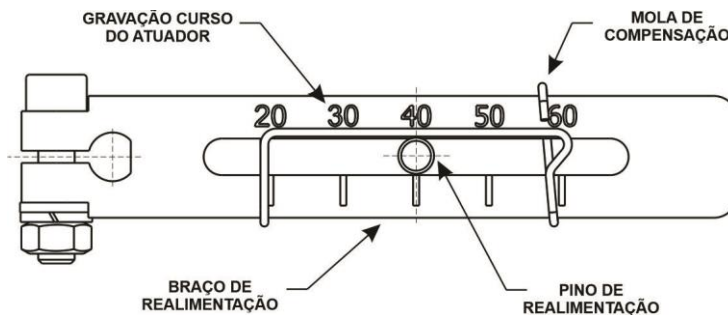

Figura 1.16 – Posicionando o braço e o pino de realimentação
10. Deslize o pino de realimentação na ranhura do braço de realimentação até que o pino esteja alinhado com a gravação do curso do atuador. A mola de compensação deve ser posicionada de forma que o pino de realimentação fique no lado central da área de deslizamento da mola de compensação. Aperte as porcas sextavadas. Veja figura 1.16.